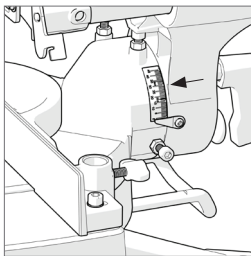

Abb. 34
- Den Schneidkopf in den erforderlichen Winkel neigen. Als Hilfe für die Einstellung ist eine Winkelskala angebracht. (**Abb. 34**)